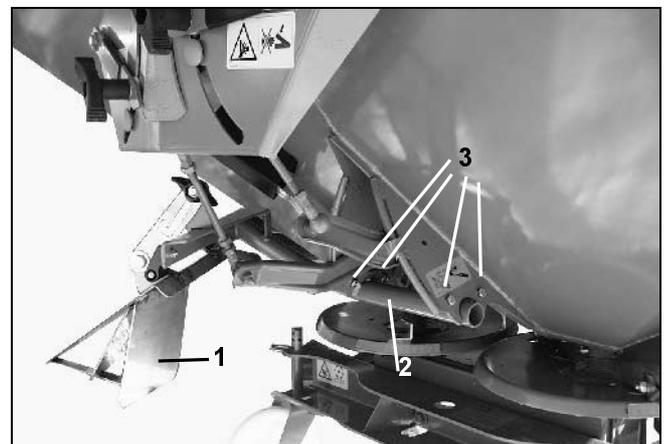

Fig. 56
Pantalla limitadora (Fig. 56/1) con los tornillos de fijación.
- Fijar el brazo (Fig. 56/2) de la pantalla limitadora (Fig. 56/1) a la chapa de la abonadora centrífuga utilizando los cuatro tornillos de fijación (Fig. 56/3).